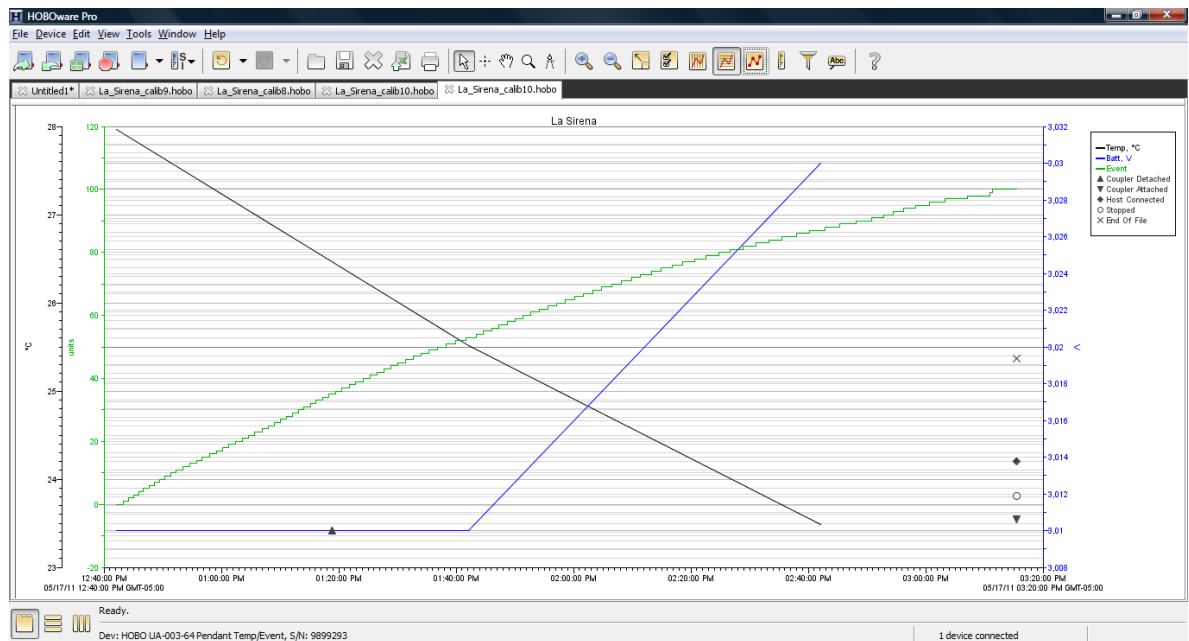

Figura 5. Gráfica de calibración del pluviómetro RG3-M
- 2.2.20 Un equipo calibrado debe realizar 100 oscilaciones con un margen de +/- 2. Ver la línea verde en figura 5.